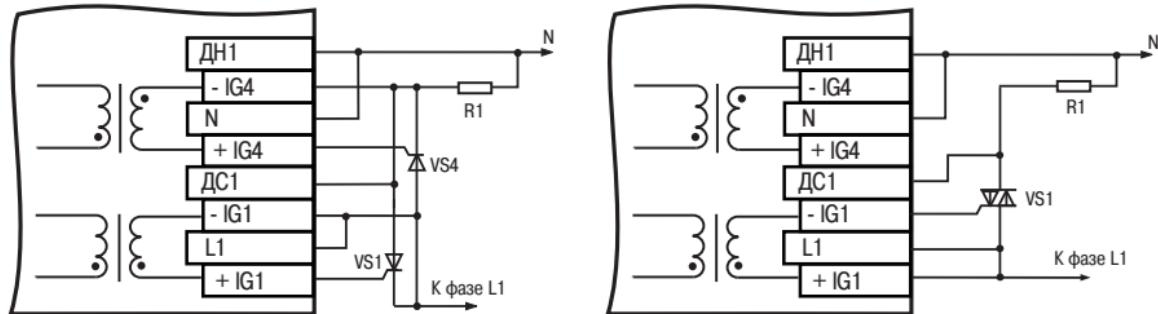

Рисунок 3.6
3.2.1.4 **Формирователь импульсов** имеет два изолированных выхода, что позволяет подключать к каждому каналу блока либо симистор, либо два тиристора (рисунок 3.6). Каждый выход при работе выдает от 1 до 4 пачек однополярных импульсов тока для открытия тиристора амплитудой 0,5А или 1,5А, в зависимости от Положения разряда **6 DIP-переключателя**.